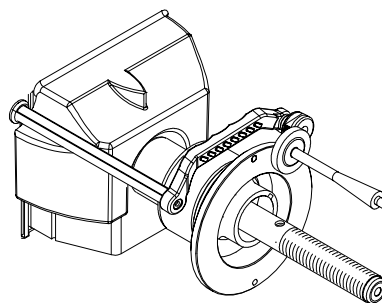

Figure 47a
11. Tirer le dispositif de mesure distance vers la bride externe du collier de support, utiliser le bout plat du poids de calibrage comme repère. Après une courte sonnerie, la machine affiche "**bAC H POS**". Voir Figure 47a.